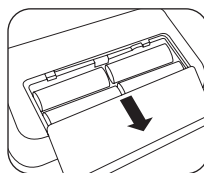

Fig. 1
- Abra o compartimento das pilhas na parte de baixo do dispositivo (ver a Fig. 1). Coloque as pilhas (ver o Capítulo 13). Preste atenção à polaridade correta (+ e -) ao inserir as pilhas. Feche a tampa das pilhas. O dispositivo muda automaticamente para a função de data/hora e, quando utilizado pela primeira vez, o visor apresenta o número "3 1" para o dia e "12" para o mês. A data fixada é, portanto, 31 de dezembro. Defina a data e a hora como descrito a seguir.